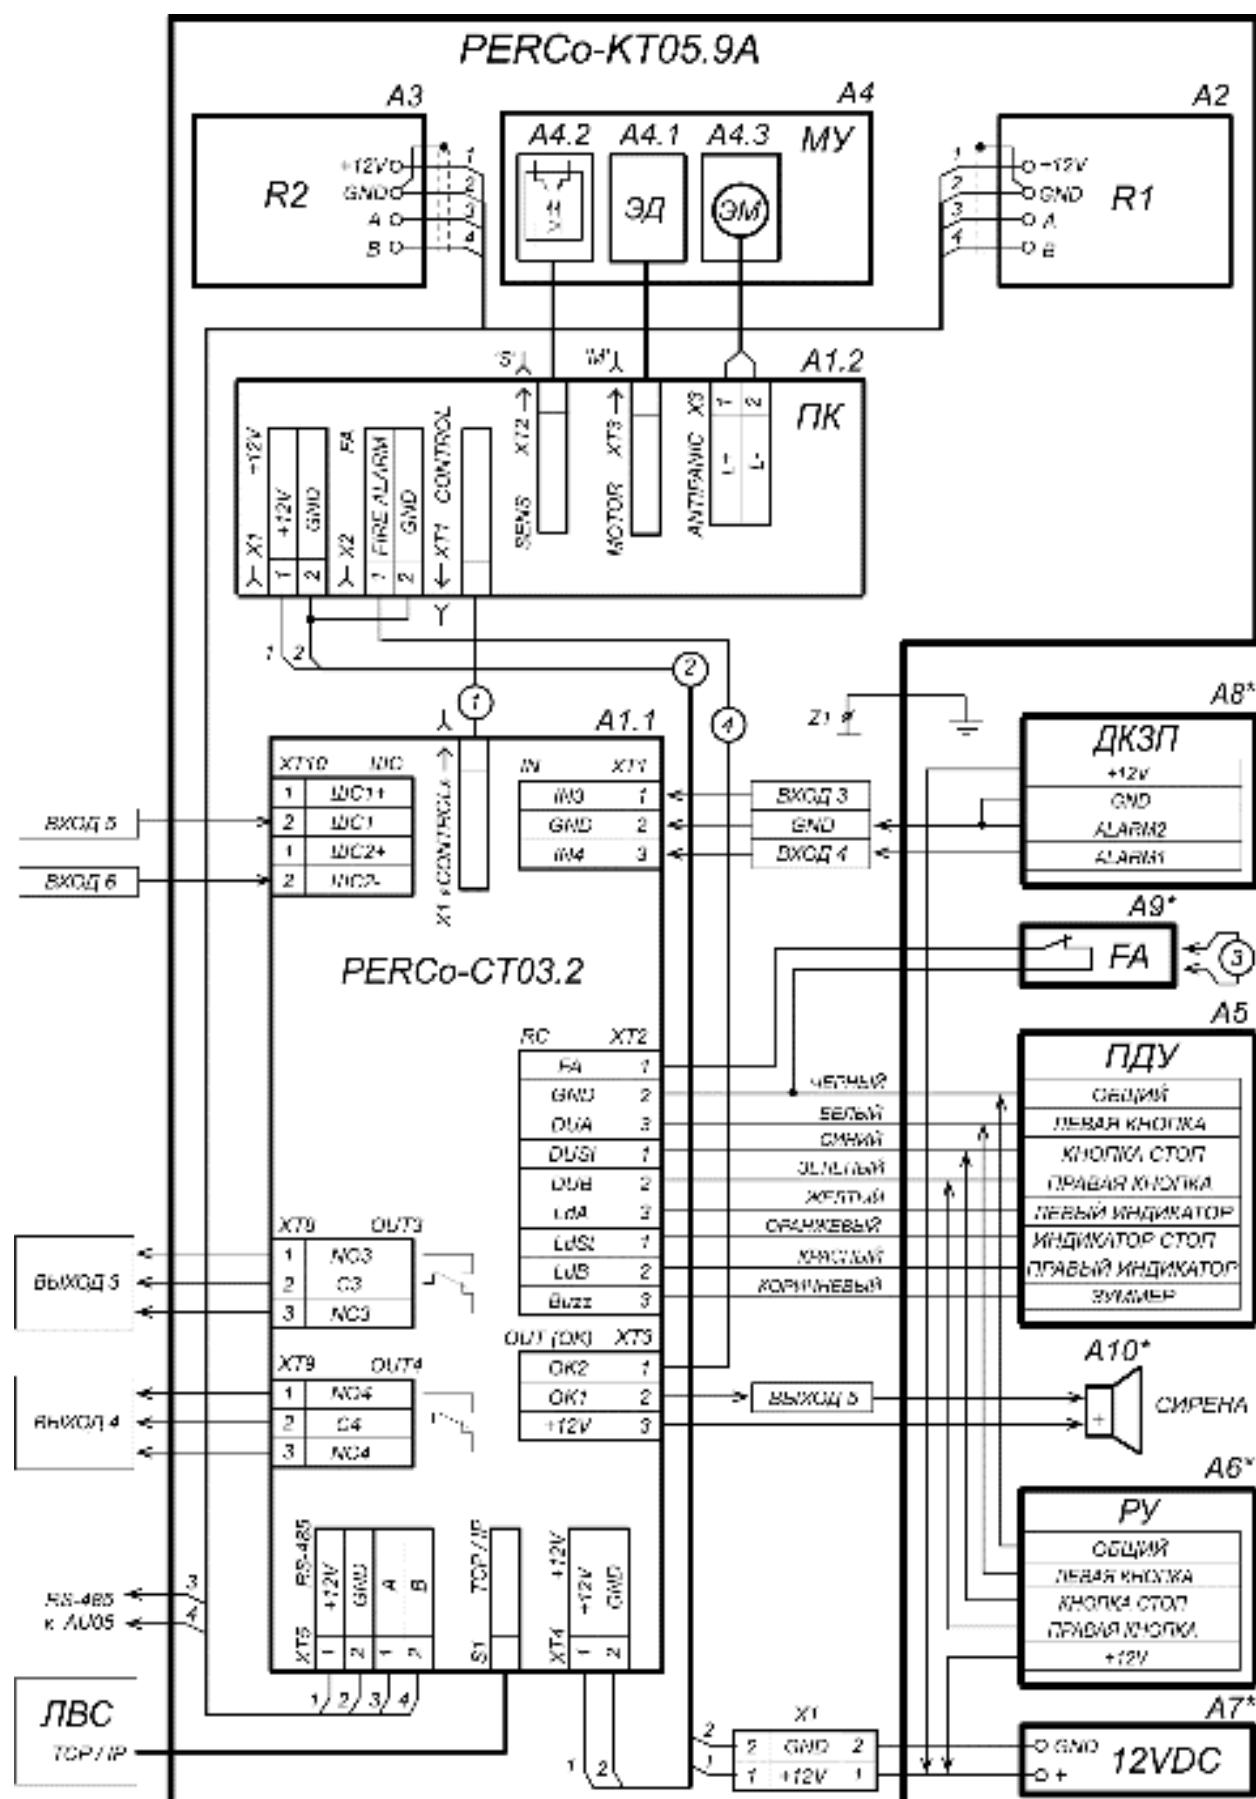

Рисунок 13. Схема подключения ЭП и дополнительного оборудования
Расположение клеммных колодок на нижней плате контроллера ЭП показано на рис. 6, назначение контактов клеммных колодок указано в табл. 1. Схема подключения приведена на рис. 13. Используемые при подключении типы кабелей указаны в табл. 4. При монтаже ЭП придерживайтесь следующей последовательности действий:
11. Подключите кабель питания (15) к выносной клеммной колодке **X1** на кронштейне платы контроллера ЭП согласно схеме, приведенной на рис. 13.
12. Подключите кабель (13) ПДУ (12) к клеммной колодке **XT2** на плате контроллера ЭП согласно схеме, приведенной на рис. 13.
13. Подключите при необходимости кабели от других устройств к соответствующим клеммным колодкам платы контроллера ЭП согласно схеме, приведенной на рис. 13.
позиционные обозначения А1-А4 и Z1 – указаны на рис. 13